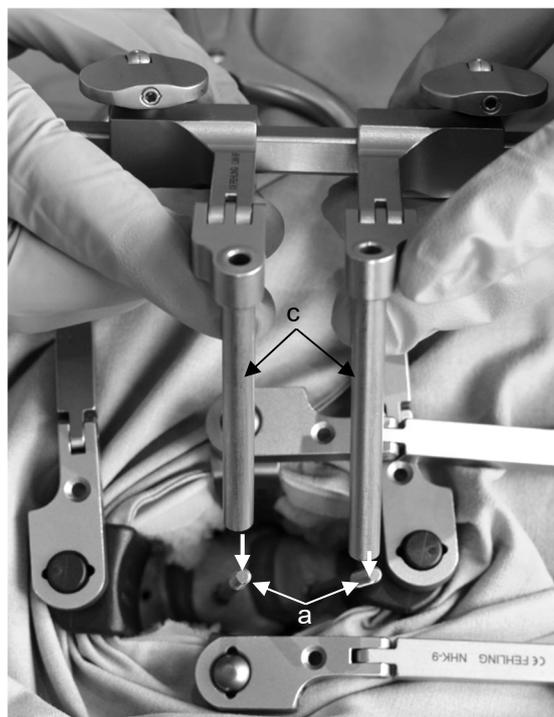

Fig. 10
6. Dopo avere inserito i tubi cilindrici di supporto (c) del distrattore intervertebrale per rachide cervicale CONCEPT su entrambi i pin di distrazione (a) (Fig. 10), è possibile posizionare il distrattore su entrambi i divaricatori cervicali ATLAS.